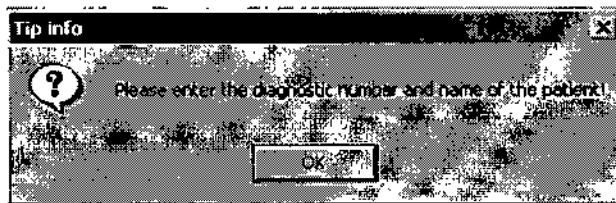

Fig. 3-10
3. "Diagnostic number" (Número de diagnóstico) y "Patient's name" (Nombre del paciente) son campos obligatorios. Si no se ingresan estos datos al actualizar la información del paciente o al finalizar el monitoreo, es posible que el sistema arroje el siguiente aviso (Fig. 3-10, 3-11).